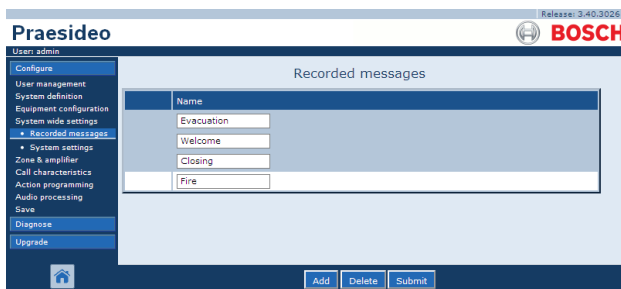

Abbildung 44.7: Anmeldung von Durchsagen löschen, Schritt 2
- 2 Klicken Sie auf die Zeile der zu löschenden aufgezeichnete Nachricht. Die gesamte Zeile wird hervorgehoben (siehe Abbildung 44.7).